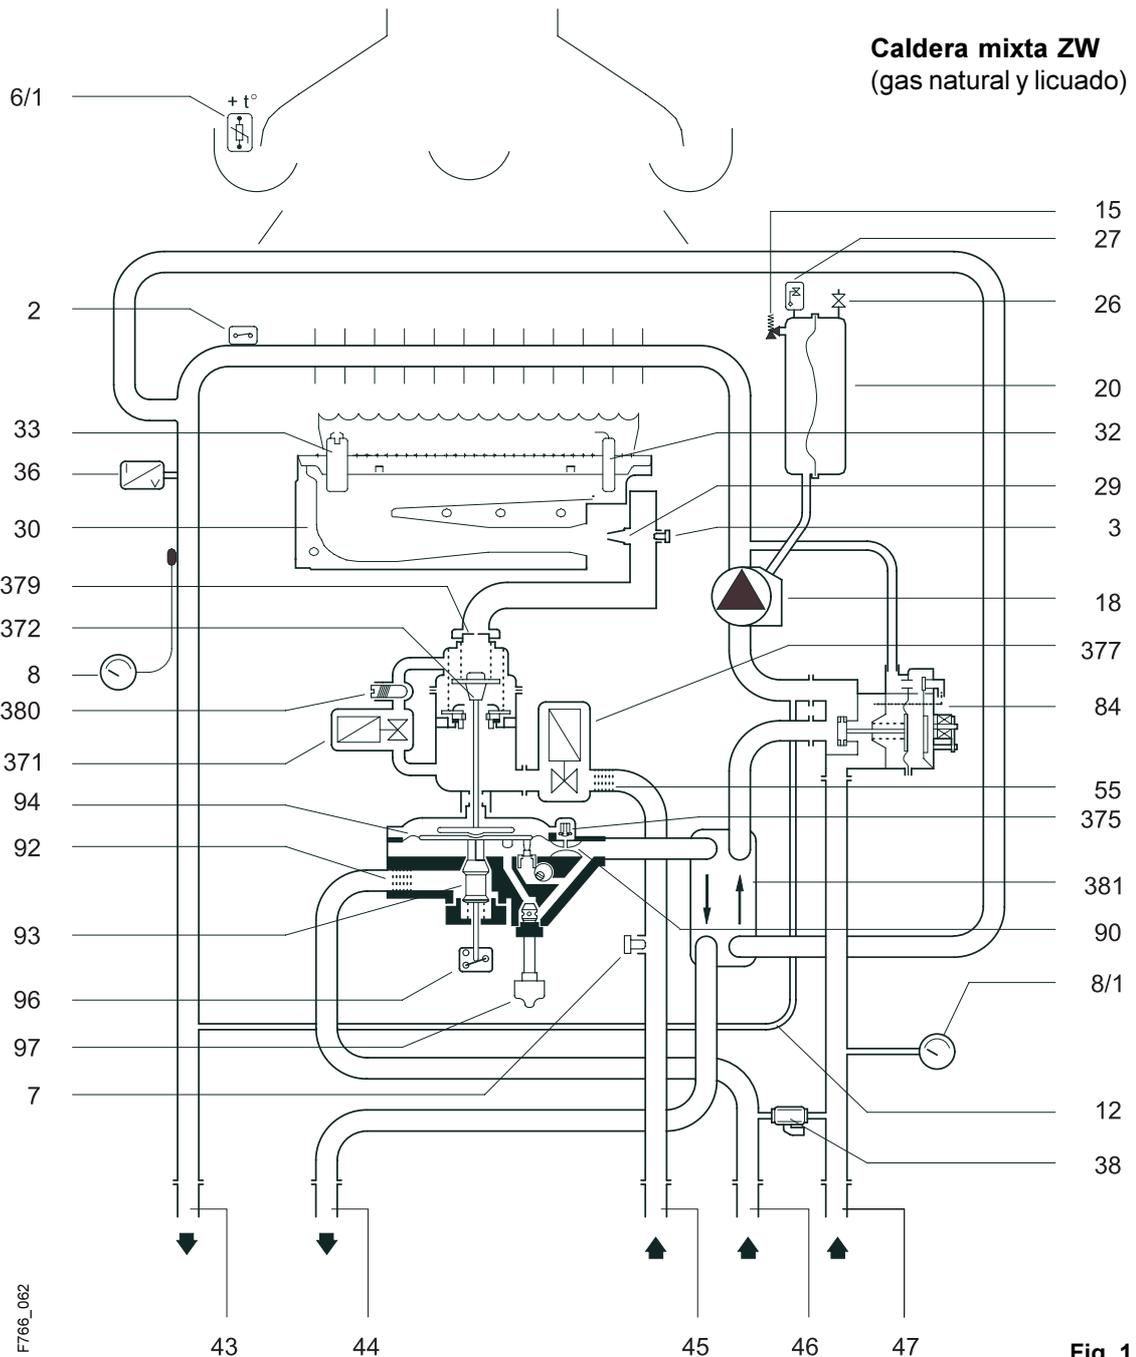

Fig. 1
Cuando ponemos el aparato en servicio de calefacción, la bomba de circulación (pos. 18, fig. 1) se pone en funcionamiento; también se abre la válvula de gas para calefacción (pos. 377, fig. 1). La válvula de tres vías (pos. 84, fig. 1) recibe tensión y se conmuta a servicio de calefacción (pos. 47, fig. 1). La válvula de seguridad (pos. 377, fig. 1) se abre un poco, liberando una cantidad reducida de gas para el encendido. Al mismo tiempo, la electrónica recibe una señal e inicia el proceso de encendido:
En los dos electrodos de encendido (pos. 33, fig. 1), se produce una chispa de alta tensión que enciende la mezcla de gas y aire. Un electrodo de ionización asume el control de la llama (pos. 32, fig. 1). Tan pronto como la válvula de seguridad (pos. 377, fig. 1) se ha abierto por completo (es decir, 20 segundos después, como más tarde), el quemador comienza a funcionar a plena potencia con la cantidad de gas principal.
Si se abre el grifo de agua sanitaria, se abrirá la válvula de gas regulada hidráulicamente y el microinterruptor (pos. 96, fig. 1) cierra, transmitiendo así un señal a la electrónica.
La válvula de gas para calefacción (pos. 371, fig. 1) permanece cerrada. Como la válvula de tres vías (pos. 84, fig. 1) se encuentra sin tensión, el circuito de calefacción (pos. 47, fig. 1) estará cerrado, funcionando la caldera a través de circuito interno.